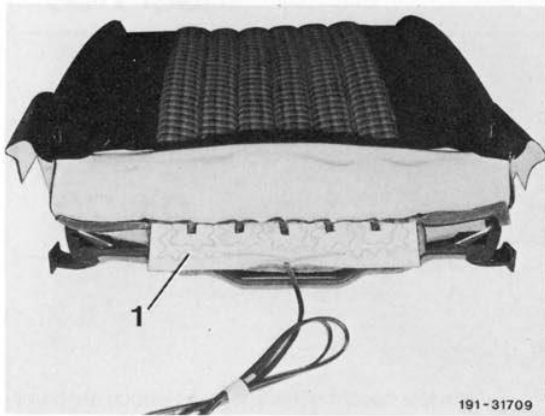

Bild 2
7 Heizkissen (1) mit Hilfswerkzeug zwischen Bezug und Polsterunterlage schieben und vorn an der Polsterunterlage (Pfeile) festkleben (Bild 2 und 3).